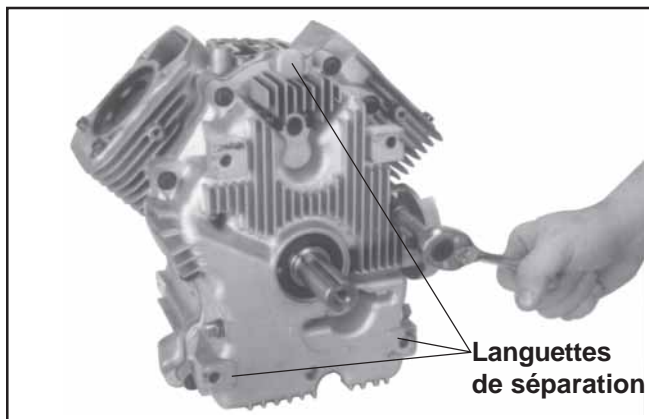

Figure 9-49. Dépose des fixations du carter inférieur.
1. Retirer les dix vis hexagonales à brides attachant le carter inférieur au carter du moteur. Voir la Figure 9-49.
2. Repérer les languettes de séparation moulées dans le périmètre du carter inférieur. Insérer l'extrémité d'une barre de broyage de 1/2" entre la languette de séparation et le carter et tourner pour casser le joint RTV. Voir la Figure 9-49. Éviter de toucher les surfaces d'étanchéité sous peine de fuites.